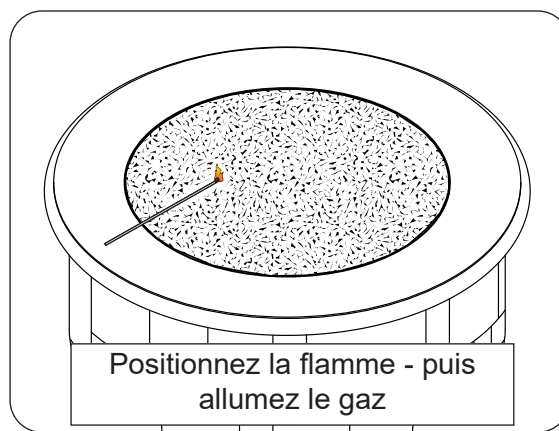

Fig. 44-1
3. Allumez une allumette à longue tige ou un briquet au butane à long col et placez la flamme contre la surface du support décoratif près du brûleur (Fig. 44-1).